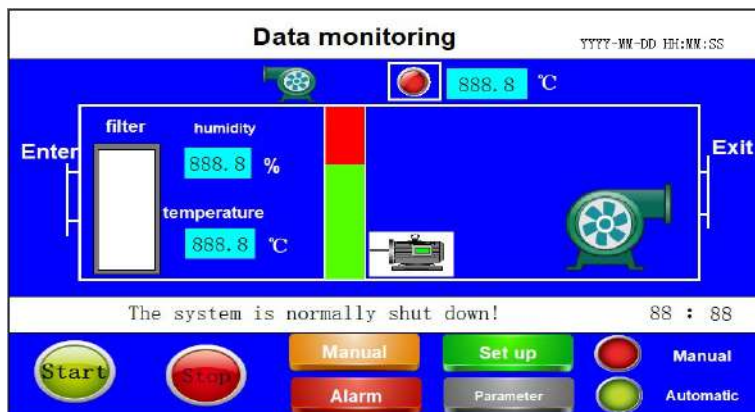
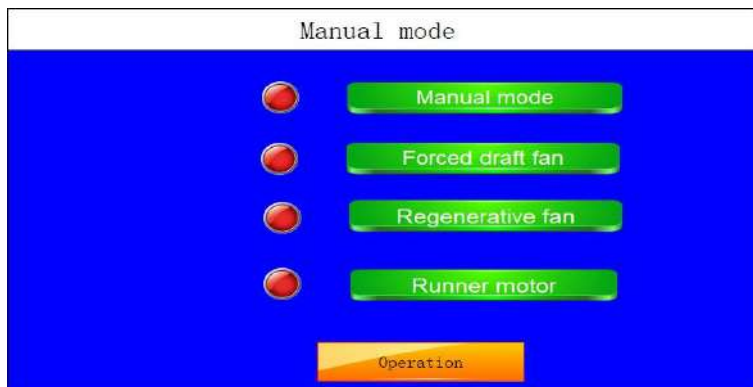

Figura 1
Figura 2
Após a ligação, o visor realizará primeiro um autoteste. Após o autoteste ser bem-sucedido, pressione "Enter system" na tela de monitoramento de dados, conforme mostrado na Figura 1:
(1) Pressione a tela "Manual mode" na Figura 1 para entrar na tela de teste de saída, conforme mostrado na Figura 2:
(2) Nessa tela, você pode pressionar manualmente os botões "Runner motor" (Motor da correia transportadora), "Regenerative Fan" (Ventilador regenerativo), "Forced draft fan" (Soprador de ar) para testar se cada motor está funcionando normalmente.
(3) Pressione o botão "Parameter" (Parâmetro) na Figura 1 para entrar na tela de configuração de parâmetros da unidade, conforme mostrado na Figura 3:
(3) Pressione "PDI Parameter" na Figura 1 para visualizar os parâmetros PID relacionados à temperatura atuais.